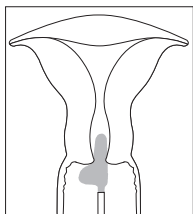

Fig. 1
3. Ved å holde FLOQSwabs® i skafte, før vattpinnetuppen (den lange delen av L-en) inn i livmorhalskanalen, og etterlat den bredere delen av vattpinnen (den korte delen av L-en). Se Fig. 1